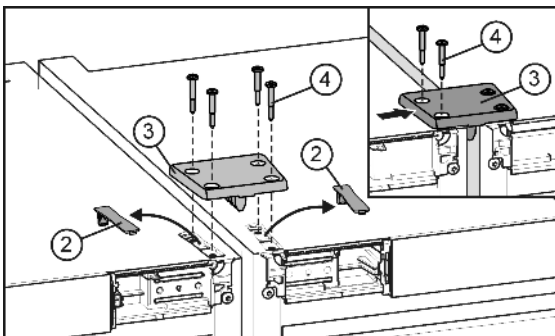

Fig. 5
- ▶ Abdeckungen Fig. 5 (2) ausrasten und abnehmen.
- ▶ Verbindungsplatte Fig. 5 (3) auflegen und an einem Gerät mit zwei Schrauben Fig. 5 (4) locker befestigen.